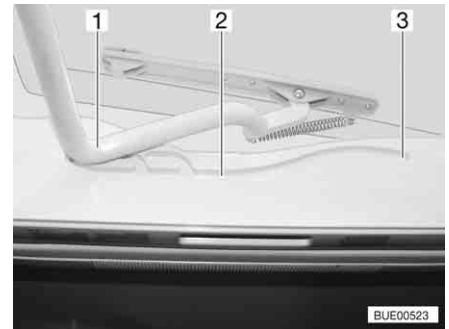

Fig. 112 Claraboya Heki, guía
- Tirar la horquilla (Fig. 112,1) en las guías (Fig. 112,2) hasta la posición trasera final (Fig. 112,3).
- Empujar el estribo (Fig. 112,1) ligeramente hacia arriba con ambas manos.
- Tirar el estribo en las guías (Fig. 112,2) hasta la posición deseada.